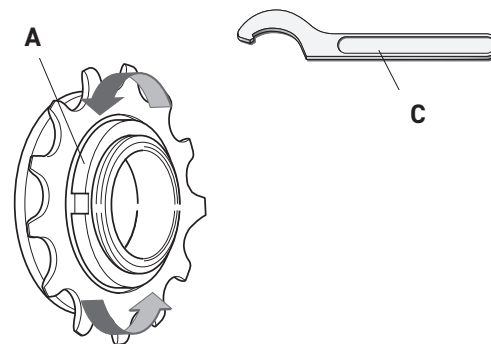

Abb. 9
- Ziehen Sie die Hülse (A - Abb. 9) mit einem Hakenschlüssel mit Vierkantzapfen (C - Abb. 9) fest.
- Ziehen Sie die Hülse (A - Abb. 9) mit einem Hakenschlüssel mit Vierkantzapfen (C - Abb.9) fest.